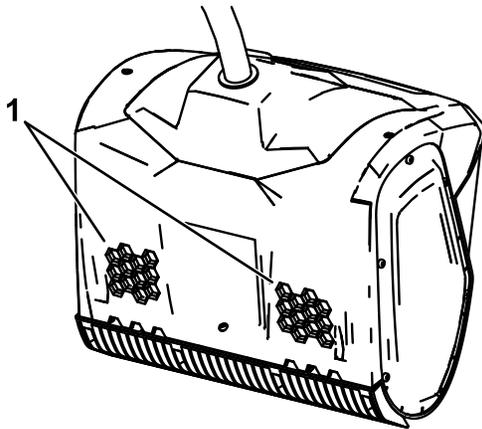

Bild 7
1. Stellen Sie sicher, dass die Entlüftungen auf der Rückseite der Maschine frei von Schnee oder Eis sind (Bild 7).